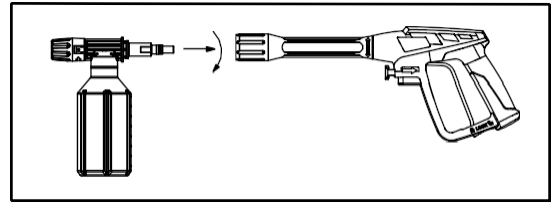

Figura 8 - Acoplar el aplicador a la pistola
4. Conecte el aplicador de detergente a la pistola. (Véase la figura 8)